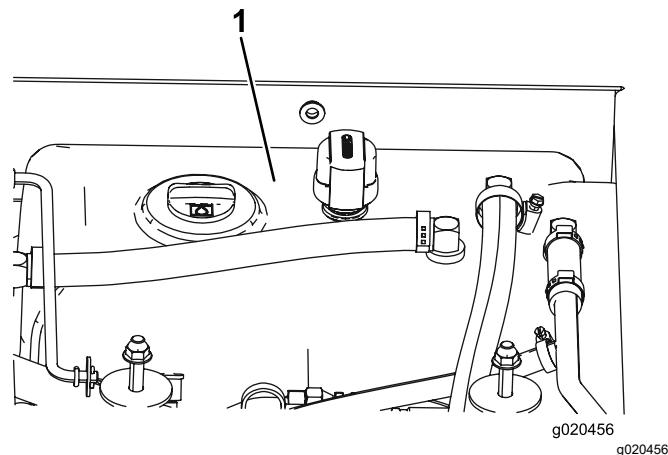

Figure 80
4. Remplissez le réservoir (Figure 80) de liquide hydraulique; voir Contrôle du niveau de liquide hydraulique (page 72).